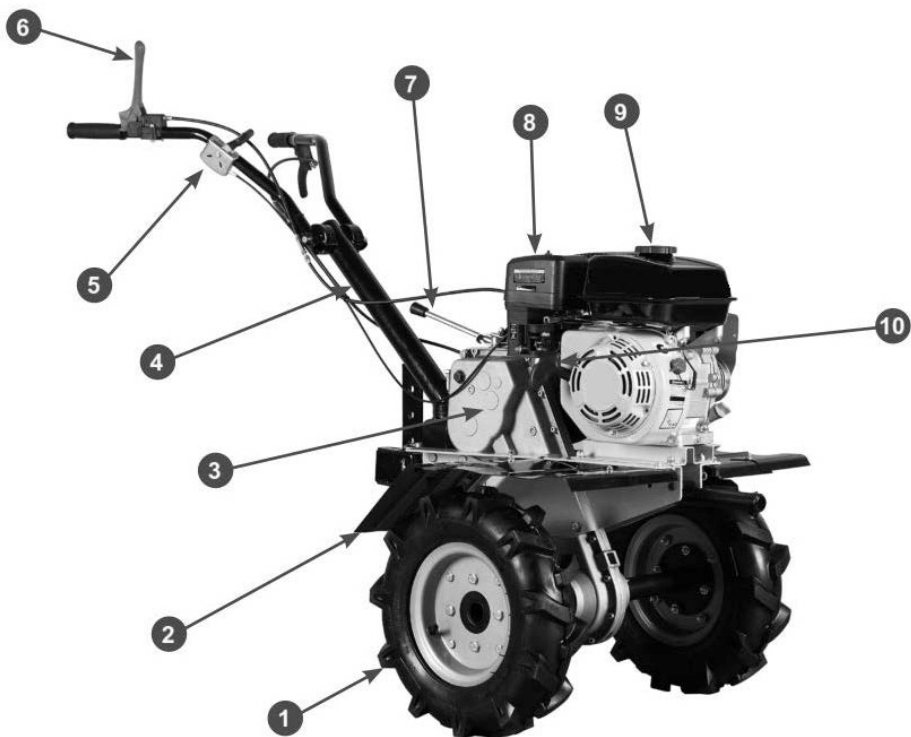

Рис. 1 Основные узлы и органы управления (вид справа)
Расположение основных узлов и органов управления представлено на Рис. 1, 2.
5. Установите правое и левое защитные крылья (Рис. 1) и закрепите их болтами и гайками.